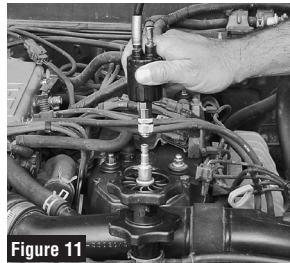

Figure 11
- Position the female quick-disconnect fitting at the end of the pump's rubber hose over the male quick-disconnect fitting on the adapter and press down. Make sure the moveable sleeve on the quick-disconnect fitting snaps forward and that the coupling is fully engaged. See Figures 11 and 12.
3. Positionner le raccord rapide femelle à l'extrémité du tuyau en caoutchouc de la pompe, sur le raccord rapide mâle de l'adaptateur, et appuyer dessus. Vérifier que le manchon amovible du raccord rapide s'enclenche et que la liaison est bonne. Voir Figures 11 et 12.